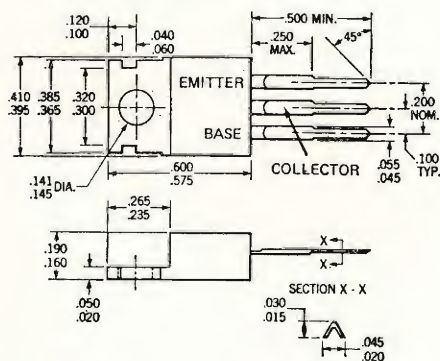
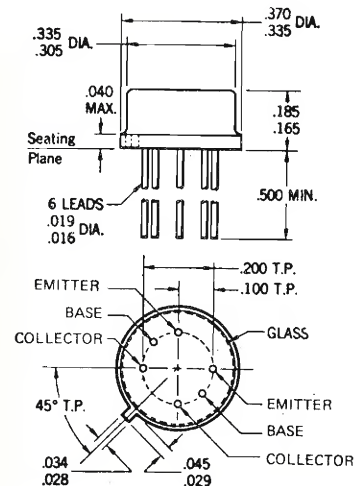

figura 2
figura 3
- 2) Perché il contenitore TO66 plastico non ha la base al centro tra collettore ed emettitore come molti altri transistor? (figura 2). E che sigla ha il contenitore di figura 3?